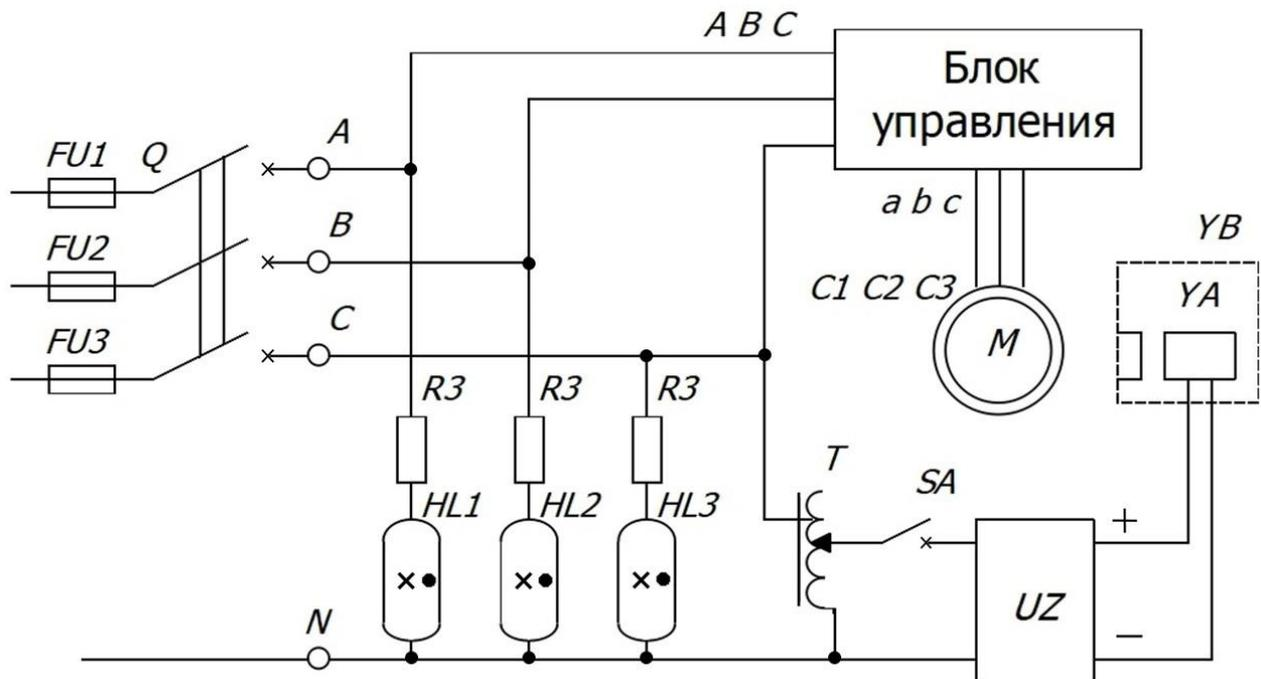
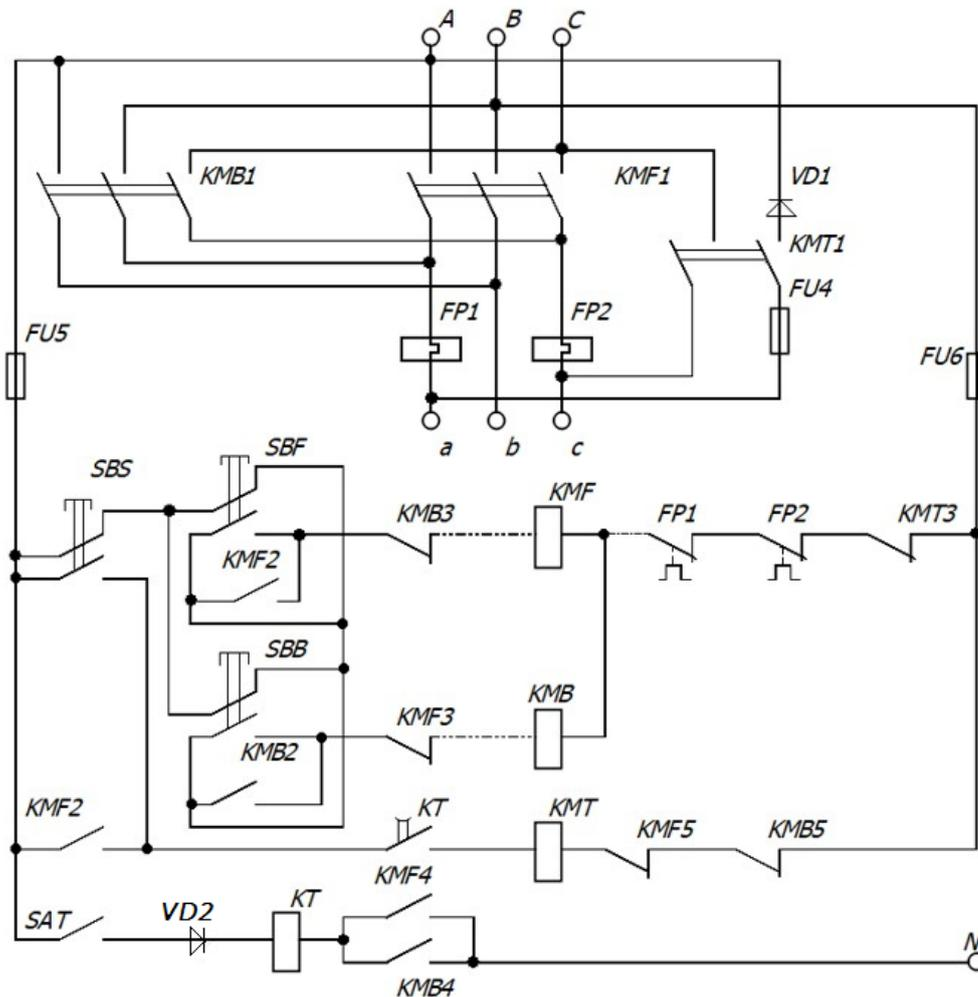

Рисунок 1. Схема экспериментальной установки
Рисунок 2. Схема блока управления
Работа выполняется на стенде СОЭ-2. Исследуемый электропривод (см. рисунок 1 и рисунок 2) включает в себя трёхфазный асинхронный двигатель M типа 4ААМ50А4УЗ, соединяемый по схеме «звезда», блок управления, блок включения стенда и муфту сопряжения двигателя с тормозом YB , который служит нагрузкой двигателя и регулируется автотрансформатором T через выпрямитель UZ ("Выпр. П"). Тормоз YB содержит электромагнитный привод с электромагнитами YA .
4.3. Собрать электрическую схему (рисунок 1) и дать ее проверить лаборанту или преподавателю (для включения двигателя по схеме «звезда» необходимо соединить его клеммы $C4$, $C5$ и $C6$ между собой). При этом все выключатели должны находиться в выключенном состоянии (нижнее положение), а регулятор автотрансформатора T – против часовой стрелки до упора.